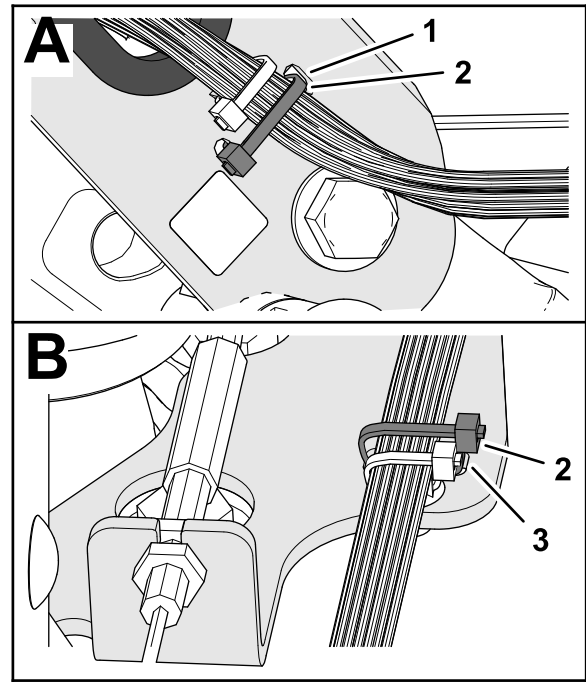

Bild 11
- 6. Befestigen Sie den Maschinenkabelbaum mit einem Kabelbinder durch die Schlitze im Lenkerkanal (Bild 11).